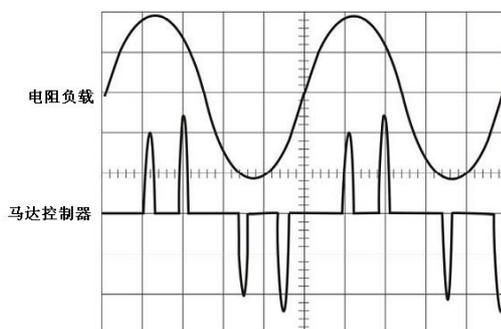

图 3 典型的电流波形比较
5. 适当的调整测试钳的档位和示波器的 Timebase 以获得清楚稳定的波形信号。要同时看到 AC 和 DC 电流，把示波器的输入连结拨到 DC；当输入连结拨到 AC 时，只会显示 AC 电流。连接不同的量测机器所显示出来的电流会有所不同。虽然 RMS 电流只能适用在低频率电流波，但是瞬时峰值也可能是相当高的。图 3 显示用电阻负载所绘制出的电流图和马达控制器所绘制出来的区别。